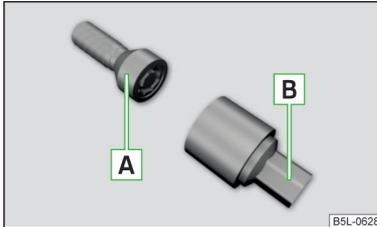

Abb. 183
Die Anti-Diebstahl-Radschrauben schützen die Räder vor einem Diebstahl. Diese lassen sich ausschließlich mit dem Aufsatzstück **B** » Abb. 183 lösen/festziehen.
- › Das Aufsatzstück **B** » Abb. 183 bis zum Anschlag auf die Anti-Diebstahl-Radschraube **A** stecken.
- › Den Radschlüssel bis zum Anschlag auf die Radschraube stecken. Für die Anti-Diebstahl-Radschrauben das zugehörige Aufsatzstück verwenden » Abb. 183 auf Seite 161.